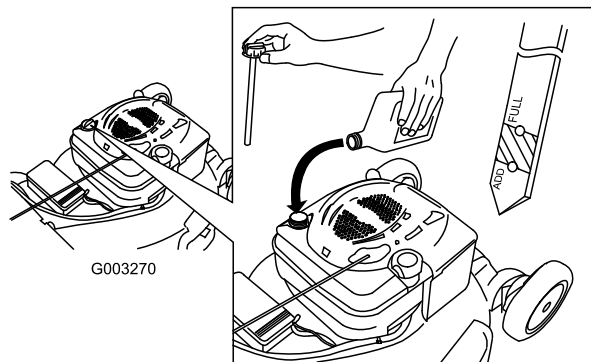

Figura 6
2. Rimuovete l'asta di livello (Figura 6) e versate nel tubo di riempimento una quantità d'olio pari a circa 3/4 della capacità del carter.
5. Rimuovete l'asta di livello e controllate il livello dell'olio sulla stessa; vedere Figura 6.
- Se il livello dell'olio è troppo basso, aggiungete lentamente una piccola quantità di olio nel relativo tubo di riempimento, quindi ripetete le fasi da 3 a 5 fino a raggiungere il livello corretto mostrato in Figura 6.